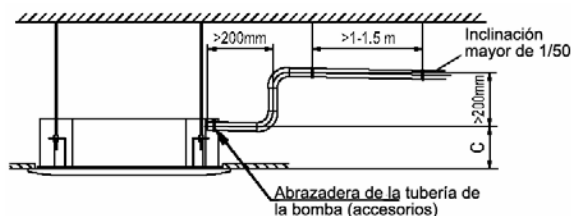

Figura 29
Compruebe todas las juntas con el detector de fugas o con agua jabonosa. (vea la figura 29)
- Si la salida del tubo de desagüe está más alta que la junta de la bomba del cuerpo, se debe colocar la tubería tan vertical como se pueda. Y la elevación debe ser inferior a 200 mm, ya que de otro modo el agua se desbordará cuando se pare el acondicionador. (Consulte la figura 29)